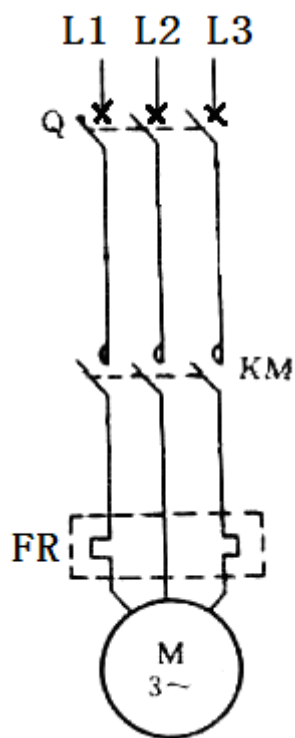

图 1 主电路连线图
2. 在切断电源的情况下，按图 1 接线。先接好主电路，将接触器的主触点接入，不接控制电路。